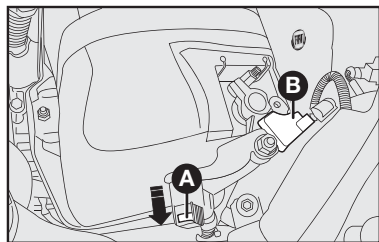

fig. 3
- Desconectar o cabo massa (-) da bateria, o mesmo deve ser feito através do falso polo negativo **A-fig. 3**, como a seguir: